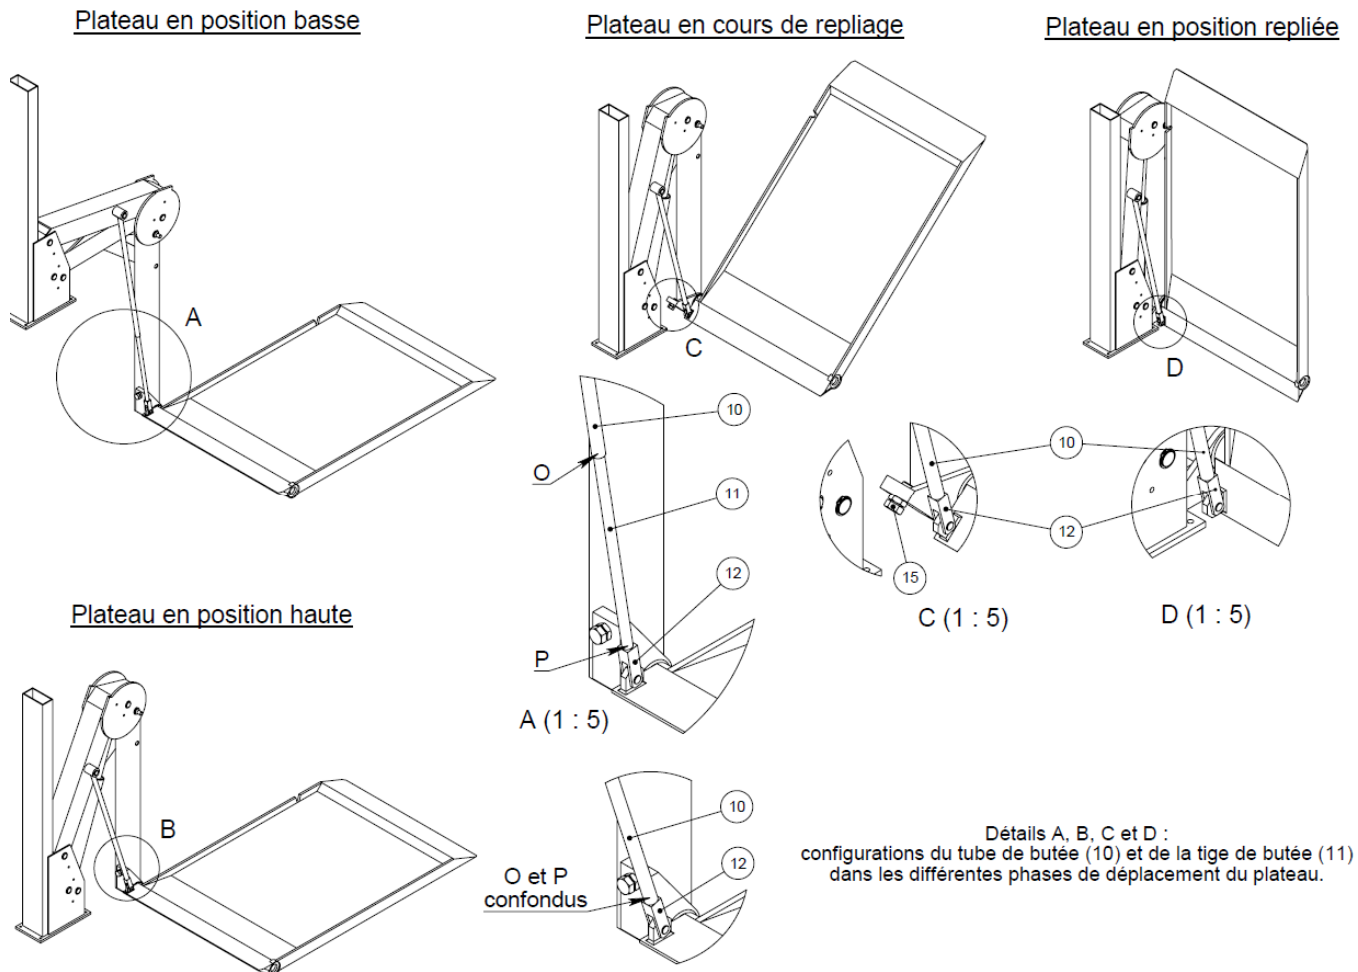

Figure 1
La figure 1 montre en détail les différentes phases de fonctionnement du hayon élévateur. Le passage de la position basse à la position haute, appelé phase de montée, est obtenu par la sortie de la tige du vérin hydraulique. La position haute est atteinte lorsque la barre de butée est totalement rentrée. Cette barre constitué du tube de butée (10) et de la tige de butée (11) permet l'arrêt du mouvement en position haute. Ces 2 éléments sont visibles sur l'annexe 1.